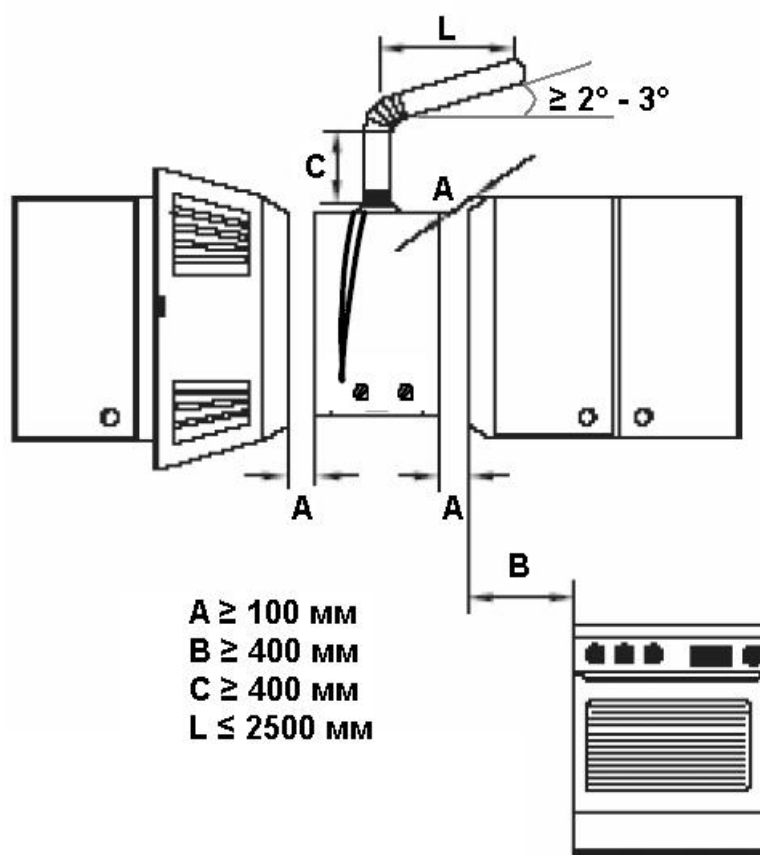

Рис. 10
- водонагреватель должен быть удалён от другого нагревательного оборудования (например, плиты) на расстояние не менее 500 мм между боковыми поверхностями (рис. 10);